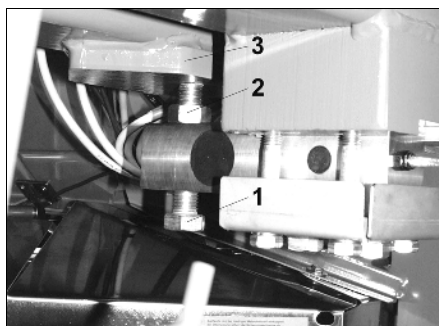

Рис. 56
Микрометр (Рис. 56/1) располагается в центре под рамой распределителя в взвешивающем устройстве.
- Открутите контргайку (Рис. 56/2).
- Отрегулируйте микрометр (Рис. 56/1).
- Затяните контргайку (Рис. 56/2).